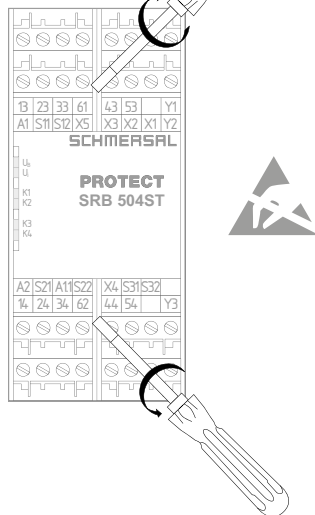

Fig. 2
Abrir o painel frontal (Fig. 2)
- O botão S1 encontra-se em baixo do painel frontal do módulo (ver Fig. 2 e 3).